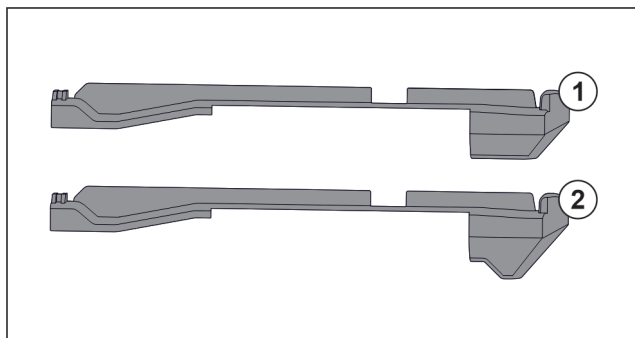

Fig. 147 Confronto degli elementi inseribili
Nell'apparecchiatura si trovano due diversi elementi inseribili. L'elemento inseribile sopra il cassetto più in basso Fig. 147 (2) presenta un bordo triangolare. Tutti gli altri elementi inseribili Fig. 147 (1) dispongono di un bordo dritto.
- ▶ Applicare l'elemento inseribile Fig. 147 (2) con il bordo triangolare sopra il cassetto più in basso.
- ▶ Applicare l'elemento inseribile Fig. 147 (1) con il bordo dritto su tutti gli altri punti.